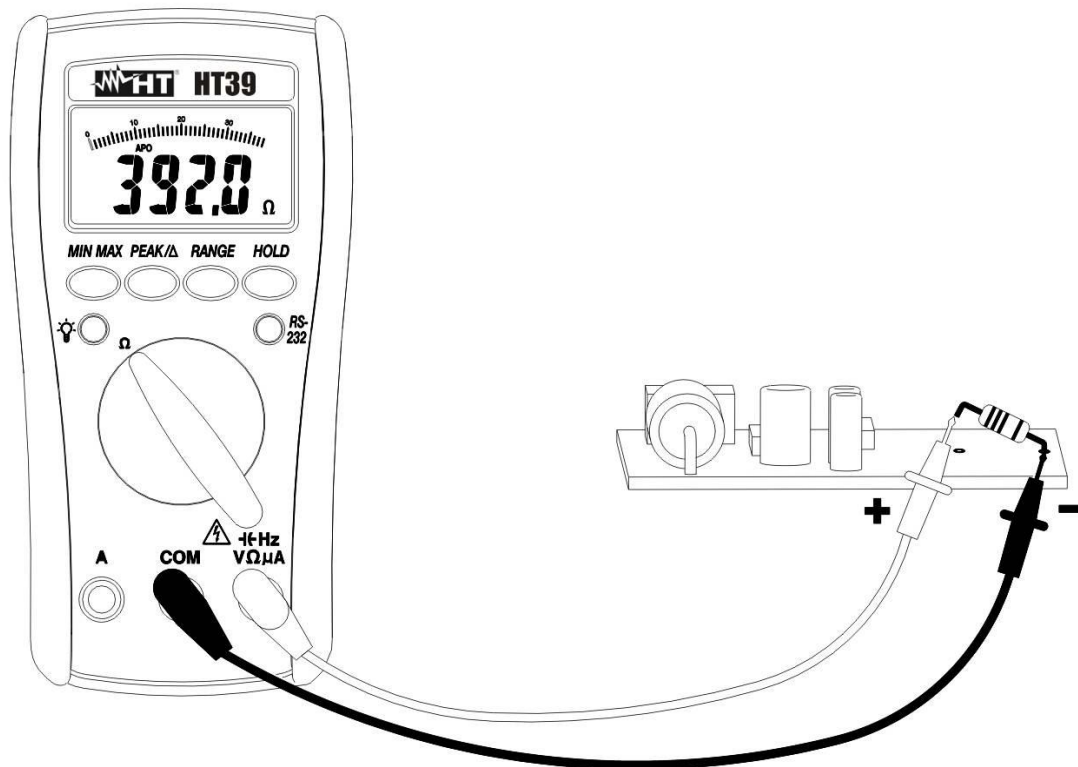

Fig. 8: Misura di Resistenza
2. Inserire il cavo rosso nel terminale di ingresso  $\rightarrow$  HzV $\Omega$  $\mu$ A e il cavo nero nel terminale di ingresso **COM** (vedere la Fig. 8).